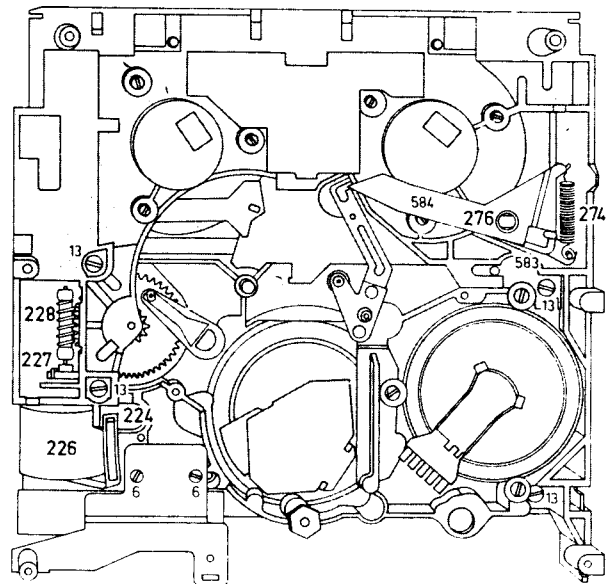

Fig. 2-11
- Schrauben 6 mit denen der Vorverstärker befestigt ist, lösen, und den Vorverstärker seitwärts klappen. (Abb. 2-11).
- Lagerbefestigungsplatte Pos. 559 aus der Wickeleinheit herausziehen. (Abb. 2-11).
- Spannring 276, Feder 274 und Bügel 584 ausbauen. (Abb. 2-11).
- Die 4 Schrauben 13 lösen, mit denen die Abtasteinheit mit der Wickeleinheit verschraubt ist. (Abb. 2-11).